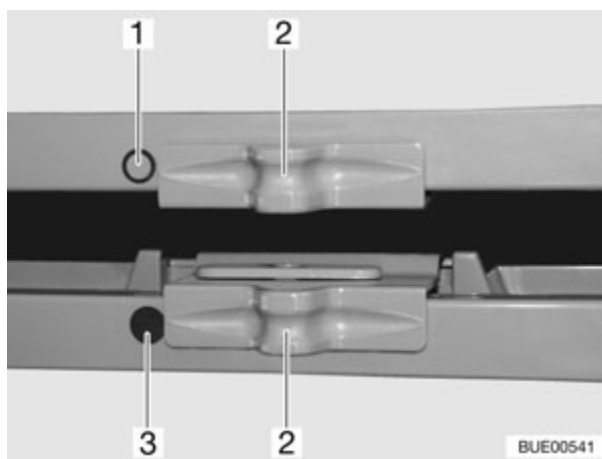

Fig. 128 Dispositif de verrouillage de la porte du réfrigérateur/du compartiment congélation (variante 5)
- Pousser le verrouillage (Fig. 128,2) de côté de telle sorte que l'anneau "○" (Fig. 128,1) soit visible.
- Pousser le verrouillage (Fig. 128,2) de côté de telle sorte que le point "●" (Fig. 128,3) soit entièrement visible.